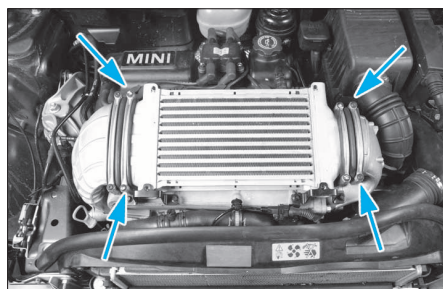

FIG. 3
- l'échangeur thermique d'air de suralimentation (Fig.3).